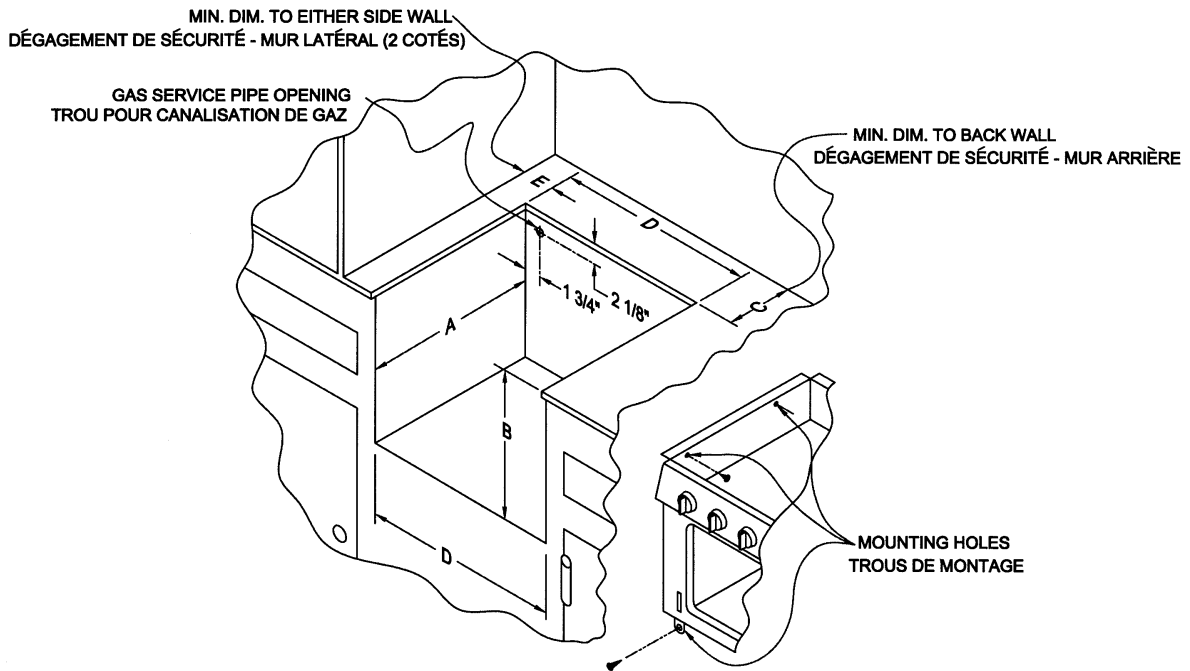

Figure 2
- Dimensions pour l'espace d'encastrement - Voir Figure 2.